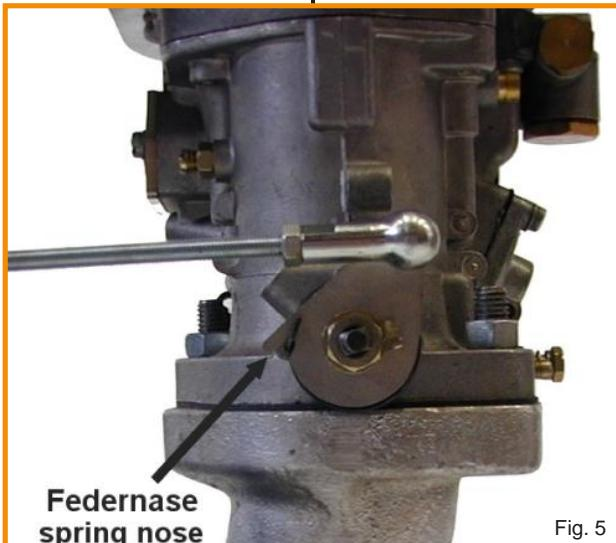

Fig. 5
- Assemble the throttle control lever with the spring nose on to the shaft of the left-hand carburettor. (Fig.5)
- Montieren Sie den Drosselklappenhebel mit der Federnase auf die Welle des linken Vergasers. (Fig.5)